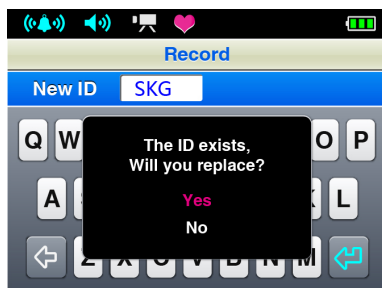

Figure 14. Remplacer la boîte de dialogue ID existante
- c Si le numéro d'identification entré a existé, la boîte de dialogue de la figure 14 apparaîtra. Choisir « Oui » et cliquer sur le bouton de menu pour remplacer l'ID existante, tout en commençant à enregistrer et en retournant à l'interface de mesure ; choisir « Non » pour retourner à l'interface « ID d'entrée ».